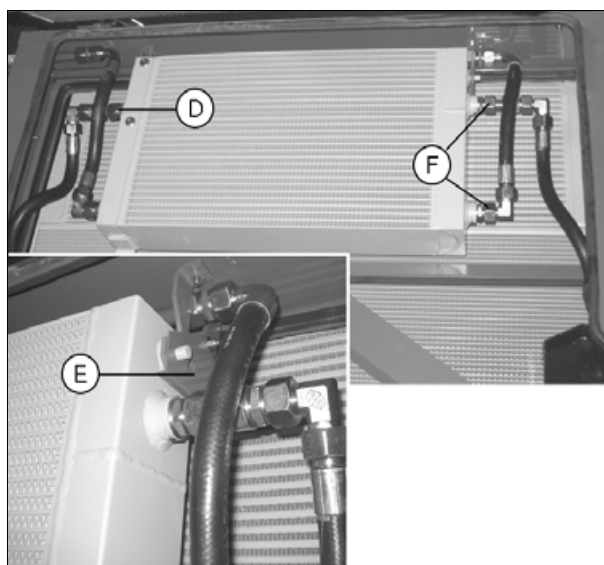

Рис. 5.
- Отсоедините шланги от маслоохладителя насоса и ослабьте крепления на маслоохладителе (D) (рис. 5).